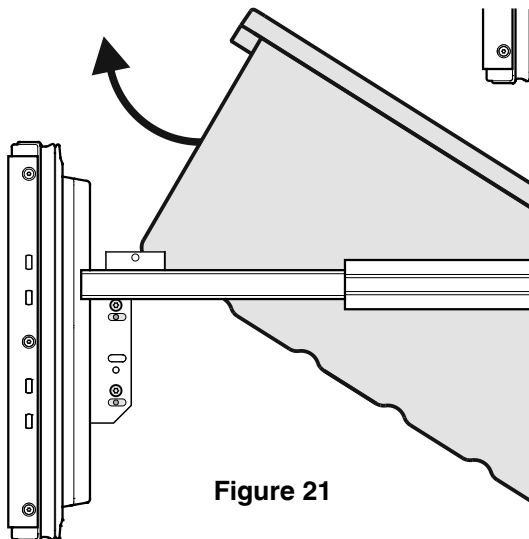

Figure 21
- Basculer le récipient et le retirer - **Figure 21**.